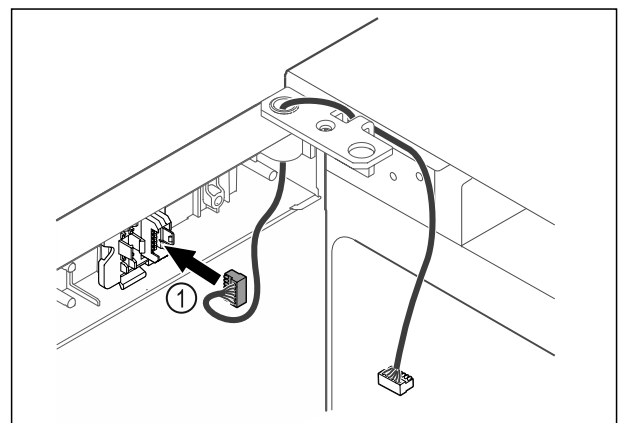

Fig. 42
- ▶ Insérer le connecteur Fig. 42 (1) dans le support.